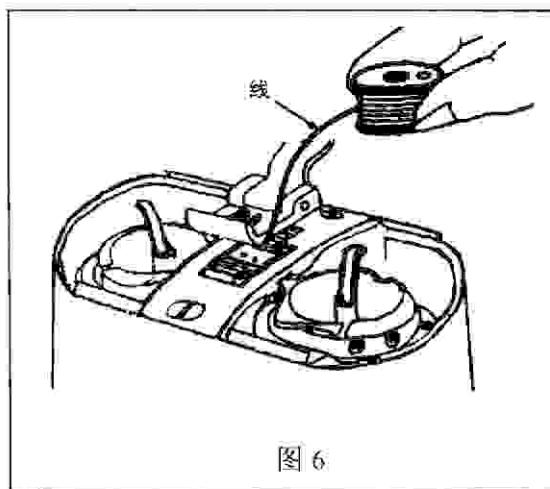

图 6
8、梭芯装入旋梭的方法 (图 6):
从梭芯抽出约 5cm 的线，如图 6 所示方向拿住梭芯，然后装入旋梭。